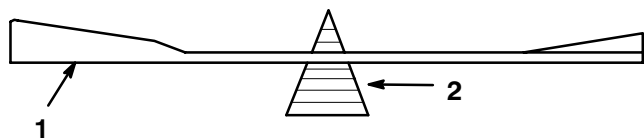

Figure 33
2. Vérifier l'équilibre de la lame en la plaçant sur un équilibreur (Fig. 33). Si la lame reste horizontale, elle est équilibrée et peut être utilisée. Si la lame est déséquilibrée, limer un peu le dos de la lame. Vérifier de nouveau et répéter la procédure jusqu'à ce que la lame soit équilibrée.